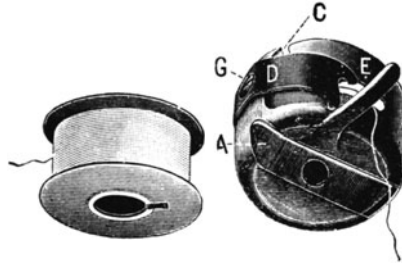
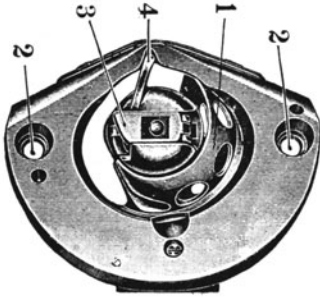

Abb. 25.
Abb. 26.
Die sehr hohe Spule wird von einem mit Spannungsfeder (D) versehenen **Spulengehäuse** umfaßt (Abb. 25). Das Spulengehäuse wird mit der Spule auf einen Zapfen in der Greiferhülse gesteckt und durch einen aufklappbaren Deckel (A) gehalten. Der Greifer wird in seiner Bahn durch einen überzuschraubenden **Deckring** (s. Abb. 26) gesichert. Damit die Spulenhülse nicht an der Bewegung des Greifers mit teilnehmen kann, wird sie mittels eines in einen Ausschnitt des Deckringes greifenden Dornes (E) gehalten. **Der Deckring** wird mit 2 Schrauben festgehalten und muß gelöst werden, wenn man Schmutz und Fäden aus der Schiffchenbahn entfernen will.